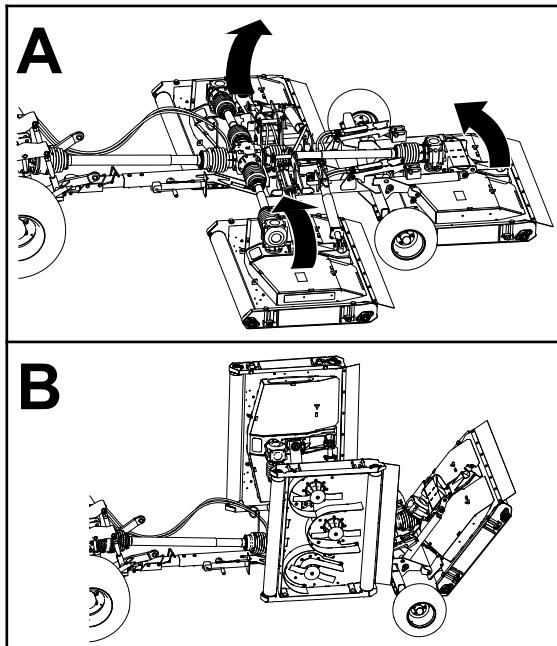

**Bild 38**
3. Ziehen und halten Sie das Sicherungsseil des Mähwerks (Bild 38).